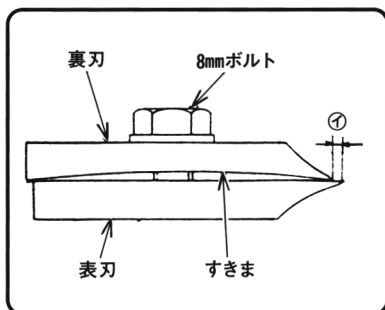
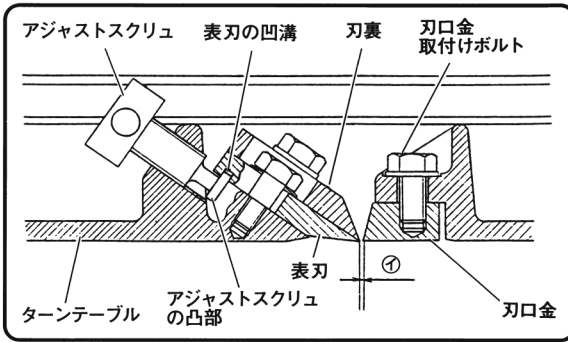

図 17
図 22
(1) 研磨刃（付属品の場合）
① 木材の用途（柱および板など）に合わせて表刃の刃先が裏刃の刃先から①寸法出るように調整してから、3個の8mmボルトを付属の13mmボックススパナで締付けます。(図17)
①寸法 柱……0.4～0.5mm
② 表刃と裏刃の合わせ面は図17のようにすきまがあり、刃先の部分が開かなくなっています。
(1) 図17のように組立てしたかな刃（表刃・裏刃）の表刃凹溝（図22参照）をアジャストスクリュの凸部（図22参照）に入れ、ターンテーブルに取り付けます。